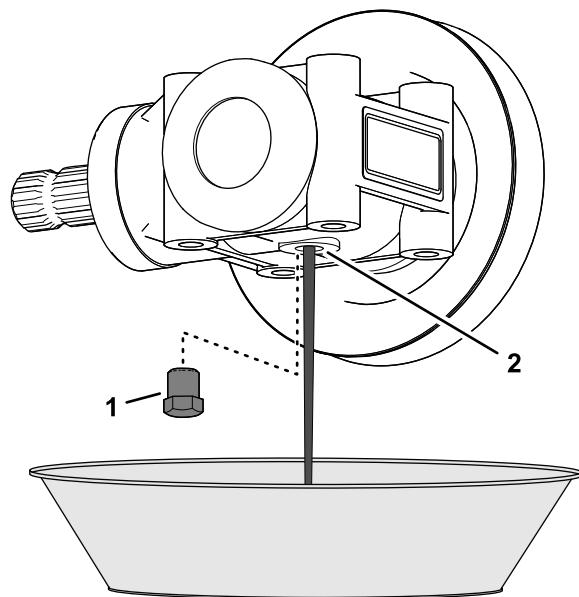

Figura 119
- Posicione a caixa de velocidades por cima do recipiente de escoamento e drene completamente o óleo da caixa de velocidades (Figura 119).